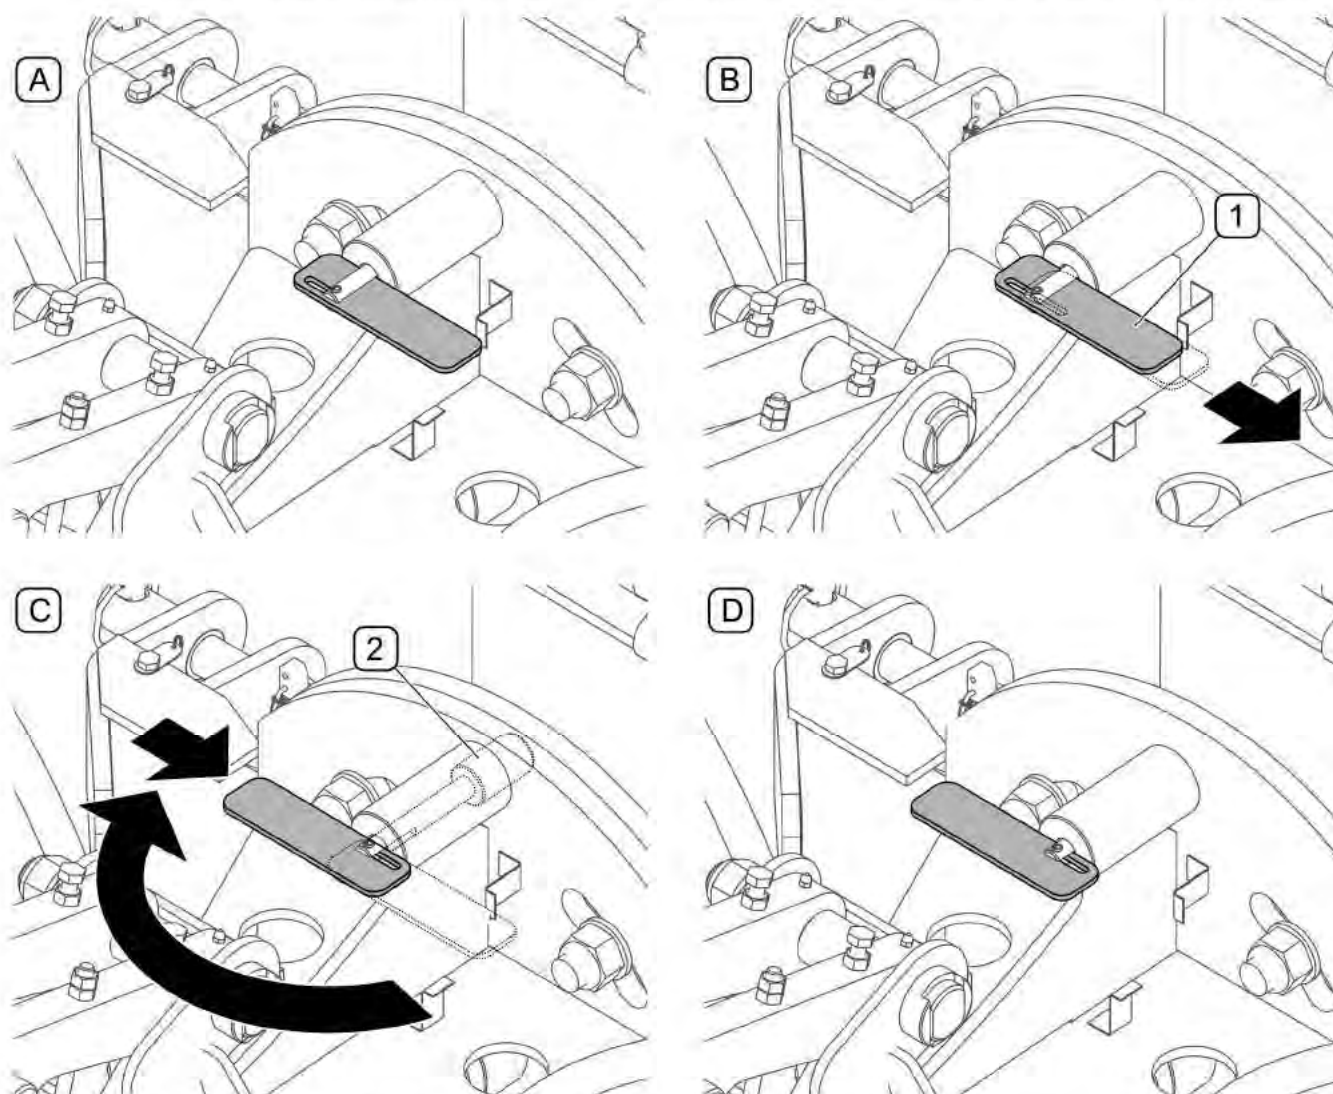

РИСУНОК 4.12Блокирование в транспортном положении
В плугах с трехточечной системой навески (торсионной) кат. II-III на время передвижения с поднятым отвалом необходимо заблокировать систему навески (РИСУНОК 4.12), чтобы не допустить до перекосов плуга на бока. Для этого необходимо:
- переместить рукоятку (1) собачки в крайнее наружное положение продолговатого отверстия (РИСУНОК 4.12, В).
- Повернуть рукоятку на 180° - палец (2) собачки должен вдвинуться в замок (РИСУНОК 4.12, С).
- Переместить рукоятку (2) блокировки в крайнее внутреннее положение продолговатого отверстия, чтобы заблокировать собачку в зацепленном положении.
В плугах с трехточечной системой навески (*торсионной*) кат. II-III перед отсоединением от трактора (транспортного средства) рекомендуется заблокировать систему навески в транспортном положении (РИСУНОК 4.12).